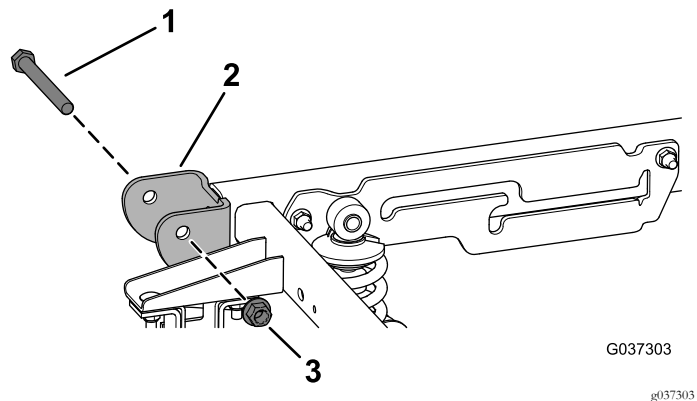

Figura 4
5. Retire los 2 pernos de pivote (1/2" x 4 1/2") y las 2 contratuercas (1/2") del soporte de pivote situado en la parte trasera de la máquina (Figura 4).